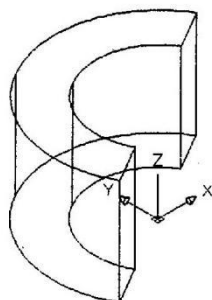
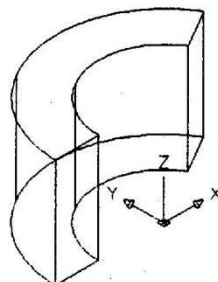

图 11-33 旋转三维实体 30 度
图 11-34 剖切掉多余形体
6、按 Enter 键，效果如图 11-33 所示。单击【剖切】按钮，与步骤(4)类似，剖切掉 Y 轴负方向的实体，效果如图 11-34 所示。